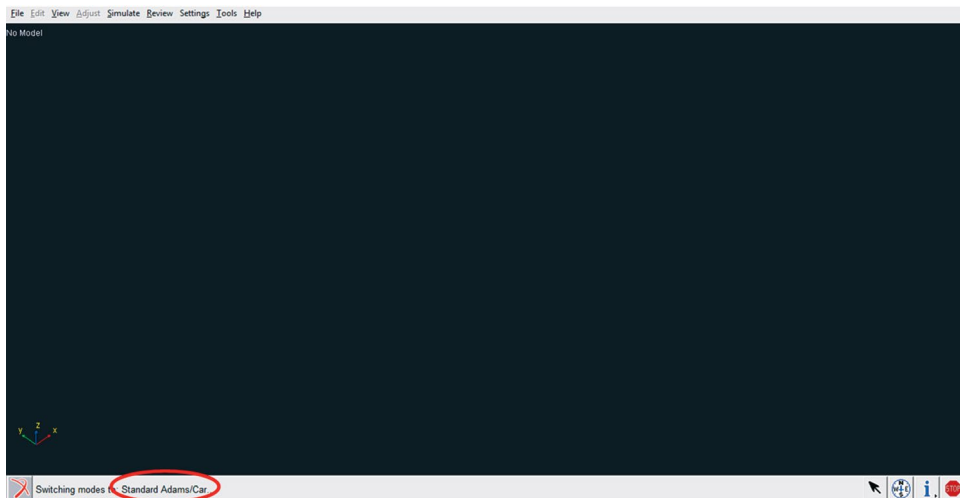

Figura 4.110 – Interface do modo Standard.
- Ainda na tela principal do *Template*, salve-o e pressione a tecla *F9* do teclado. Essa ação resulta na transferência para o ambiente *standard* do ADAMS/Car (destacado na Figura 4.110). A Figura 4.110 ilustra a interface resultante.